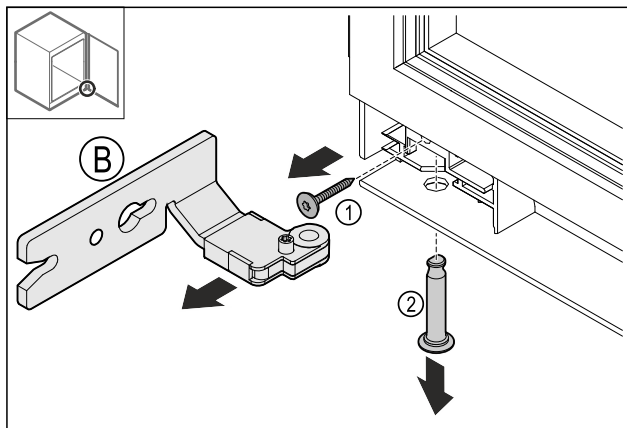

Fig. 16
- ▶ Извлеките винт Fig. 16 (1).
- ▶ Извлеките палец Fig. 16 (2).
- ▶ Извлеките шарнир Fig. 16 (B).